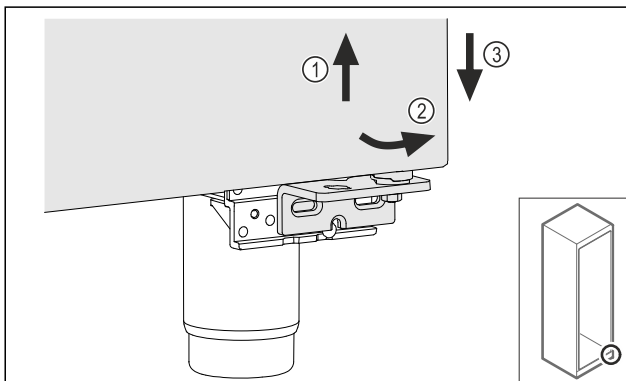

Fig. 21
- ▶ Kissé emelje meg az ajtót Fig. 21 (1), billentse előre az alját Fig. 21 (2), és eressze le Fig. 21 (3).